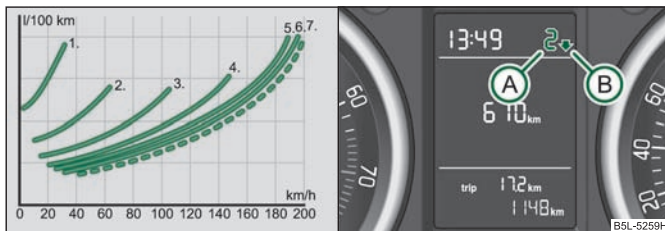

Fig. 159 Consumo de combustible en l/100 km y velocidad en km/h
La ⇒ fig. 159 muestra la relación entre consumo de combustible y velocidad para las correspondientes marchas. El consumo máximo de combustible se produce en primera marcha. El consumo mínimo de combustible se produce en la marcha más alta.
En la pantalla del cuadro de instrumentos se muestra información para la marcha conectada (A) ⇒ fig. 159.